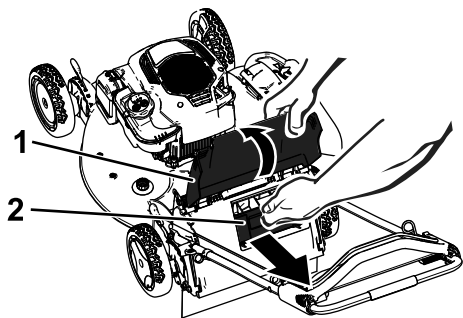

Figura 33
1. Alzate lo sportello posteriore e tenetelo alzato (Figura 33).
2. Estraiete il coperchio di scarico posteriore (Figura 33).